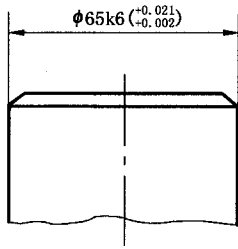
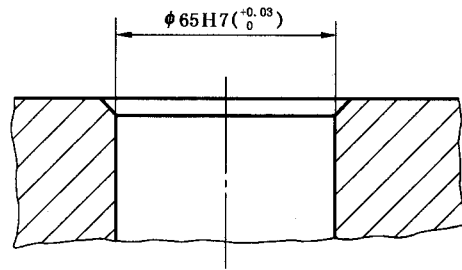

图 5 同时注出公差带代号和
图 6 同时注出公差带代号和
4.1.3 当同时标注公差带代号和相应的极限偏差时,则后者应加圆括号(图 5、图 6)。